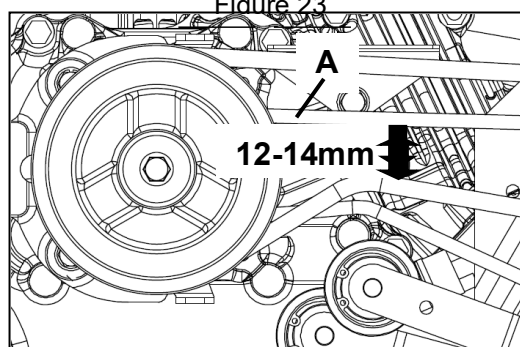

Figure 24
- Poussez la courroie avec le doigt (A, Figure 24). La courroie doit se déplacer de 12 à 14 mm. Si la courroie ne bouge pas en conséquence, effectuez à nouveau un « fil de tension ».